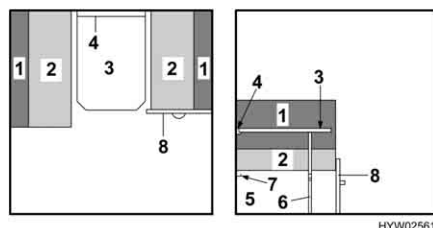

Fig. 32 Prima della trasformazione
- Sistemare i cuscini del divano (Fig. 32,2).
- Sollevare leggermente il piano del tavolo in avanti (Fig. 32,3).
- Alzare il piano del tavolo (Fig. 32,3) di circa 45°, sollevarlo dalla guida di supporto superiore (Fig. 32,4) e mantenerlo ad un angolo di 45°.